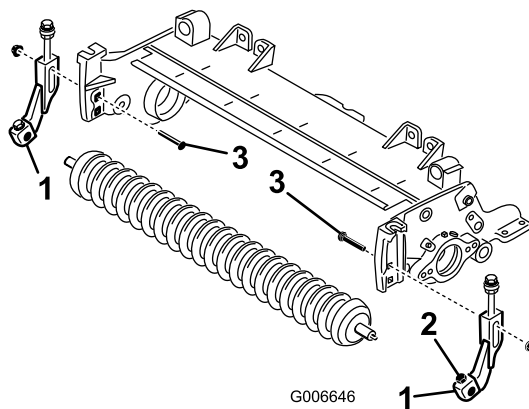

Bild 20
15. Befestigen Sie die neuen rechten und linken Schnitthöhenhalterungen lose mit neuen Kopfschrauben (5/16" x 1-1/8") und Bundsicherungsmuttern (5/16") an der bestehenden Frontrolle. Positionieren Sie die Schnitthöhenhalterungen, wie in Bild 20 dargestellt.
mit den Kopfschrauben und Sicherungsmuttern an den Halterungen (Bild 20).